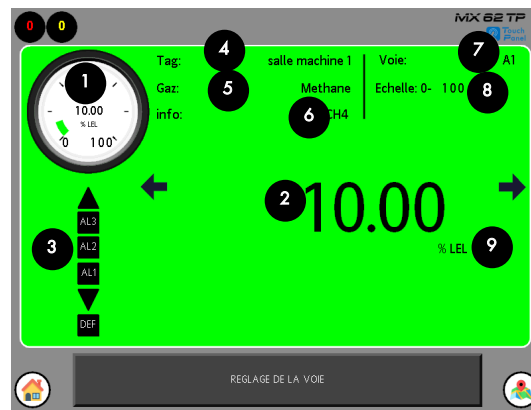

Figure 6-10 : affichage d'une voie de mesure
- L'ensemble des informations de la voie de mesure (Figure 6-10).
- La mesure instantanée sous deux formats (rep 1 et 2, Figure 6-10).
- L'état d'alarme ou de défaut de la voie de mesure (rep 3, Figure 6-10).